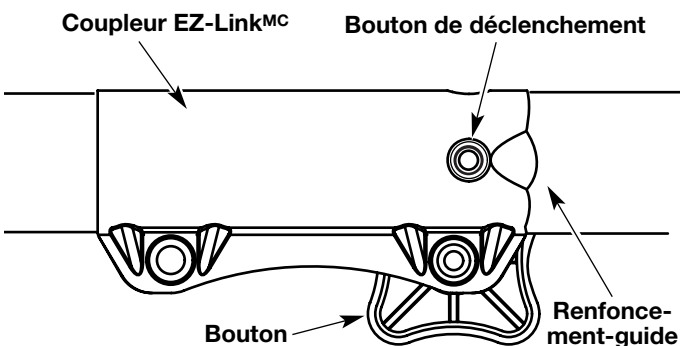

Fig. 9
1. Dévissez le bouton vers la gauche (Fig. 9).
2. Appuyez sur le bouton de déclenchement et maintenez-le enfoncé (Fig. 9).
**NOTE :** aligner le bouton de déclenchement avec le renforcement-guide facilitera l'installation (Fig. 9).